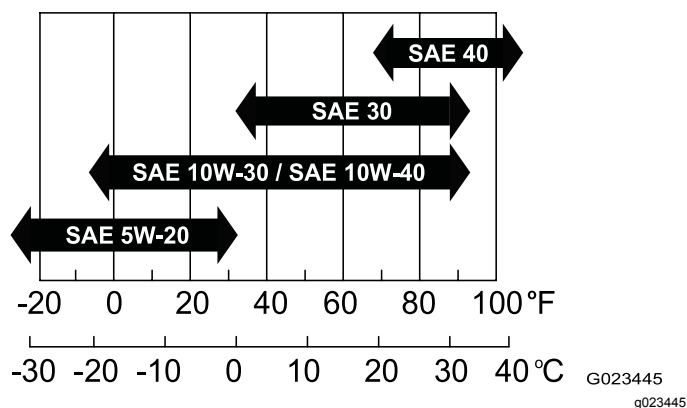

Figura 37
- **Viscosità:** SAE 30; fate riferimento alla seguente tabella per altre viscosità (Figura 37):